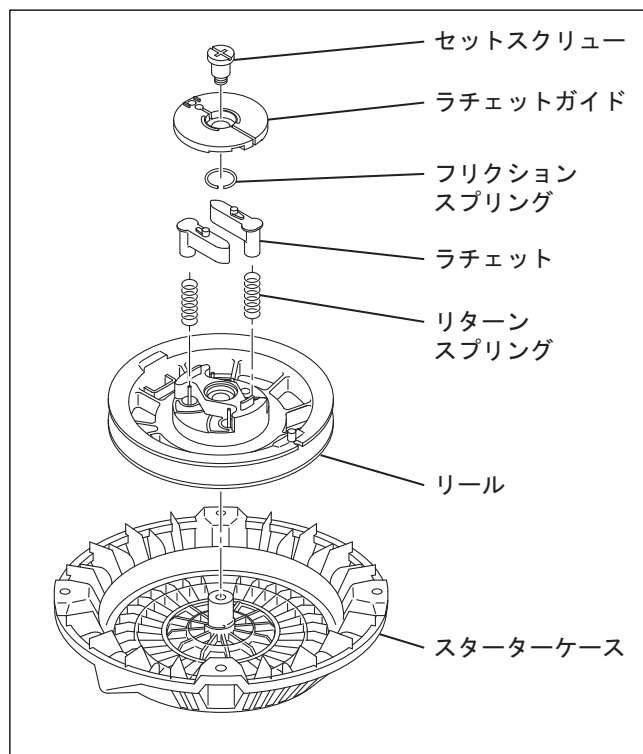

図 14-2
(2) 子部品を取外します。(図14-2)
(3) リールを取外します。(図14-2)